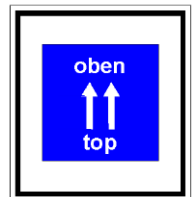

Abbildung 6: Lageorientierung
- Bestimmte Getriebe sind mit einem zusätzlichen Aufkleber zur Lageorientierung versehen (siehe **Abbildung 6**)